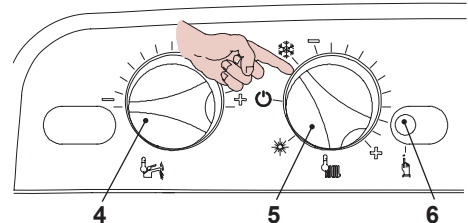
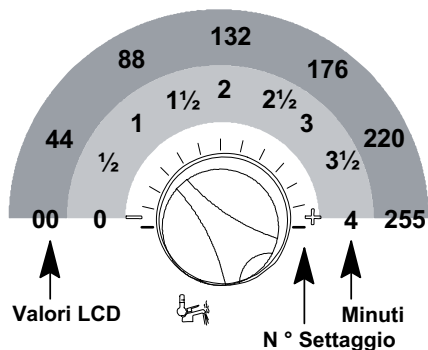

Fig. 5.66
Fig. 5.70
- Prima di alimentare elettricamente la caldaia posizionare le manopole 4 e 5 come indicato in Fig. 5.66.
- Per settare il tempo di postcircolazione della pompa bisogna entrare nella programmazione premendo per 15 secondi il pulsante di ripristino 6, in Fig. 5.66 fino alla comparsa del parametro **P01** sul display LCD; sul display LCD compare la seguente visualizzazione (la sequenza **P01** si alterna ---).
- Premere il pulsante di ripristino 6 in Fig. 5.66 per lo scorrimento dei vari parametri sino al raggiungimento del parametro **P11** valido per il settaggio postcircolazione della pompa; sul display LCD compare la seguente visualizzazione (la sequenza **P11** si alterna **44**).
Per cambiare il settaggio ruotare la manopola di regolazione temperatura sanitari 4 in Fig. 5.66 e posizionarla sul tempo prescelto Fig. 5.70.
Il passo del settaggio della manopola 4 Fig. 5.70 corrisponde a un valore letto sul display LCD di circa **44** (40 secondi) e questo valore può essere variato fino a circa **255** (4 minuti); nell'LCD la sequenza **P11** si alterna con **60**.